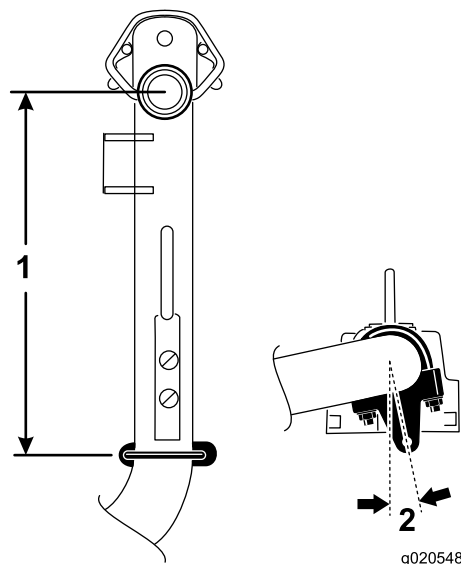

図 7
5. 昇降アーム6番、7番で、ブラケットとUボルトを、ピボットナックルのセンターラインから後ろに 36.8cm さがった位置にセットする 図 7。